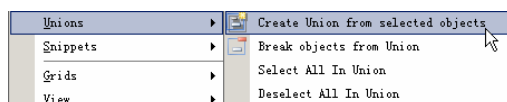

图 3.27 选择“Unions”->“Creat Union from selected object”命令
(1) 选择需要组合的所有图元对象。
(2) 单击鼠标右键，在弹出的菜单中选择“Unions”->“Creat Union from selected object”命令，如图 3.27 所示。